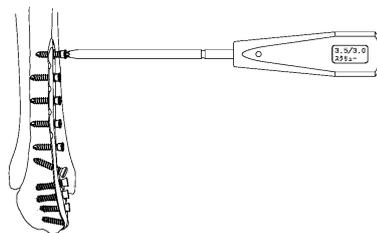

図 1
- 1) ヘクスローブ 15 ドライバーで遠位部 3.0 ロッキングスクリュー及び骨幹部 3.5 ロッキングスクリュー，3.5 コーティカルスクリュー（S）を抜去します。2.7 コーティカルスクリューはヘクスローブ 10 ドライバーで抜去します。（図 1）